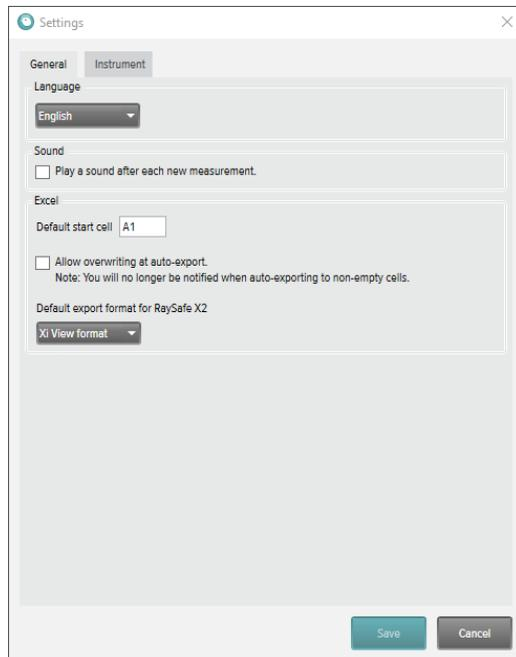

Abbildung 13. Einstellungsfenster, Registerkarte Allgemein.
**TIPP!** Sie können das Standardexportformat für RaySafe X2 in den Einstellungen (Abbildung 13 auf Seite 15) ändern.